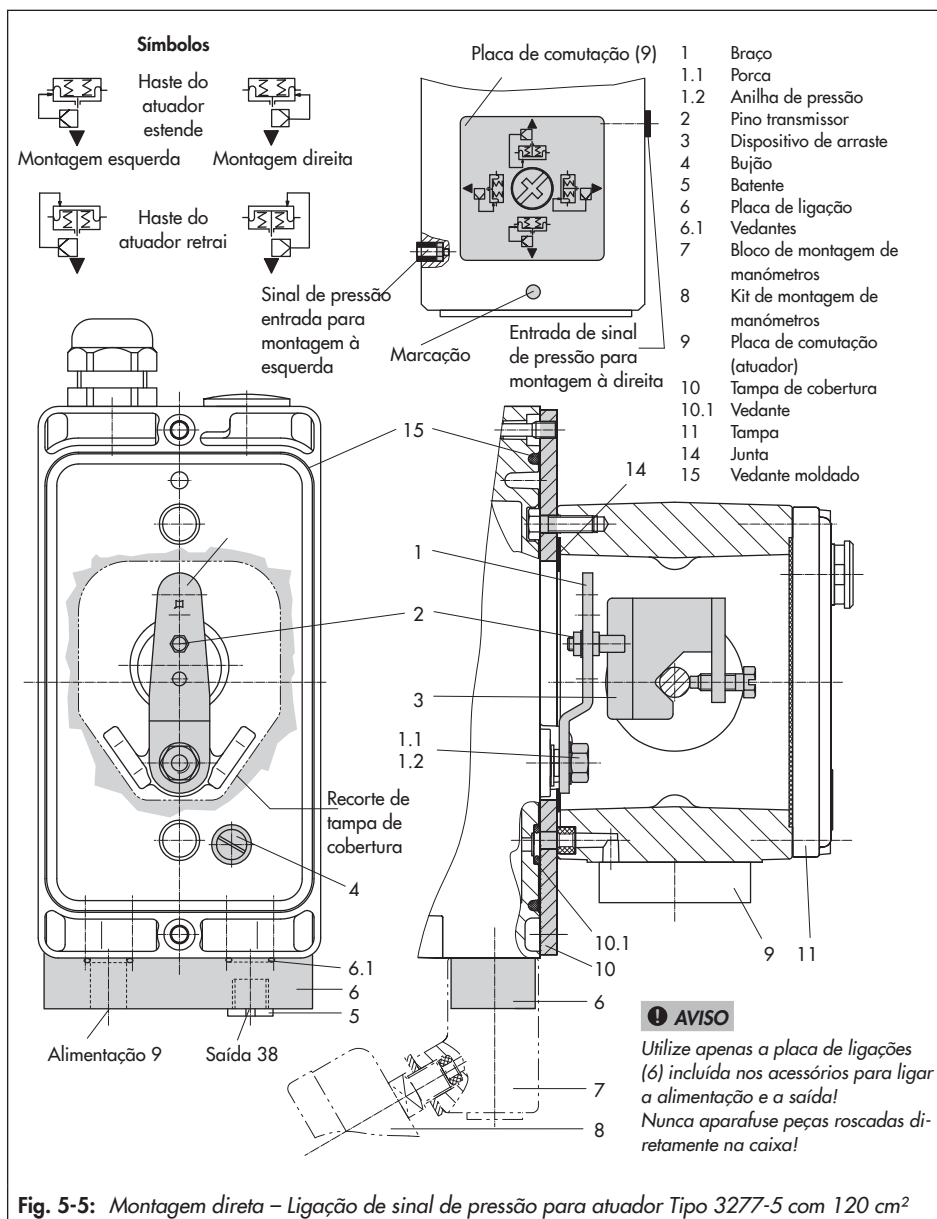

Fig. 5-5: Montagem direta – Ligação de sinal de pressão para atuador Tipo 3277-5 com 120 cm²
Atuador com 120 cm² (consulte Fig. 5-5)
3. Coloque o dispositivo de arraste (3) na haste do atuador, alinhe e aperte firmemente de modo a que o parafuso de montagem fique localizado na ranhura da haste do atuador.
4. Monte a tampa de cobertura (10) com o lado estreito do recorte (Fig. 5-5, à esquerda) direcionado para a ligação do sinal de pressão. Certifique-se de que a junta (14) fica direcionada para a arcada do atuador.
5. **Curso de 15 mm:** Mantenha o pino transmissor (2) no braço M (1) na parte de trás do posicionador na posição de pino 35 (estado de entrega).